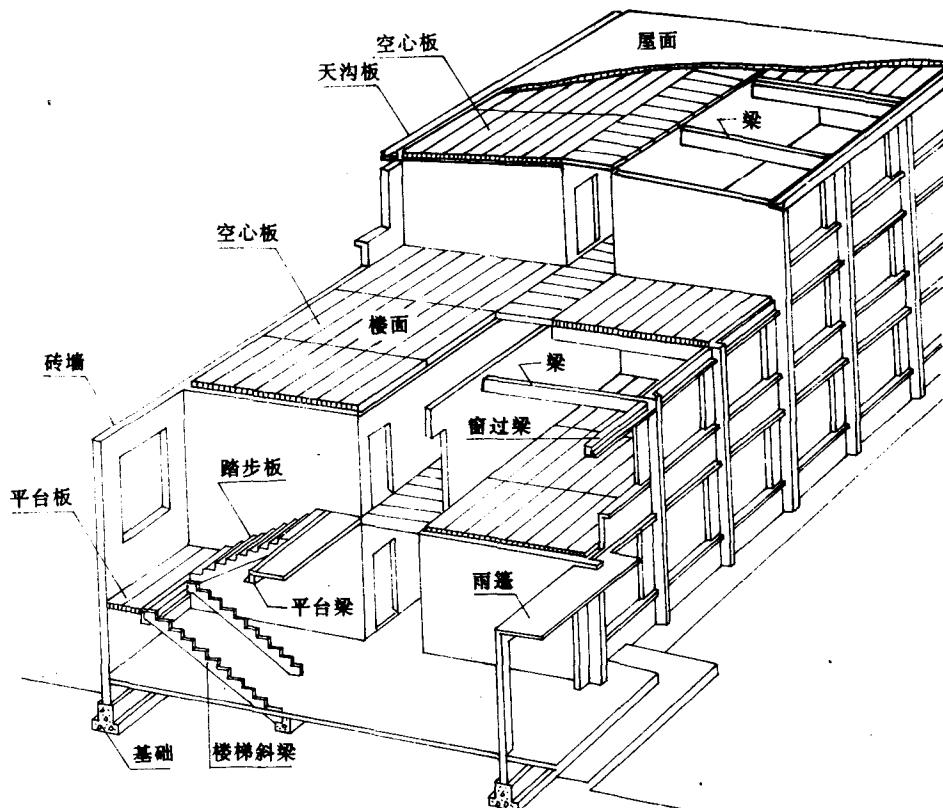
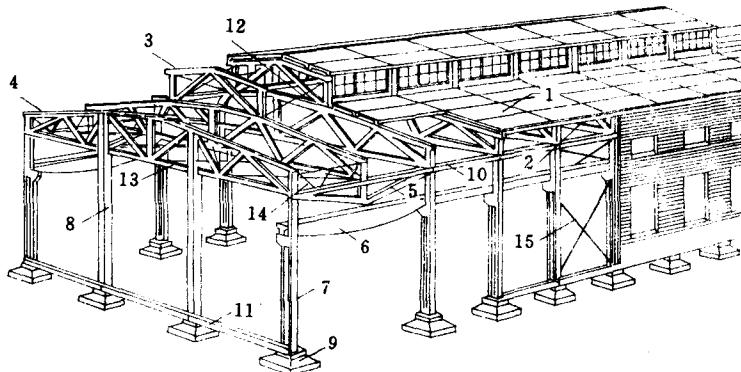

图 1-1 砖混结构房屋的结构组成
图 1-2 装配式钢筋混凝土单层厂房结构
屋顶、楼面、墙、柱、基础、门窗、楼梯、阳台、台阶、雨篷、变形缝等。如图 1-1 为砖混结构房屋;图 1-2 为单层厂房结构。
① **砖混结构**:是指由砌体结构构件和其他材料制成的构件所组成的结构。例如,竖直承重构件用砖墙、砖柱,而水平承重构件用钢筋混凝土梁、板所建造的结构,就属于砖混结构。如图 1-1 所示房屋即属砖混结构类型。
② **框架结构**:是由纵梁、横梁和柱组成的结构。框架结构在单层工业建筑和民用建筑中
④排架结构：由屋架（或屋面梁）、柱和基础组成。排架结构多采用装配式体系，它广泛用于生产较重或尺寸较大产品的生产车间，如汽车制造、冶金等单层厂房。如图 1-2 所示厂房的屋架与柱子所形成的结构形式。